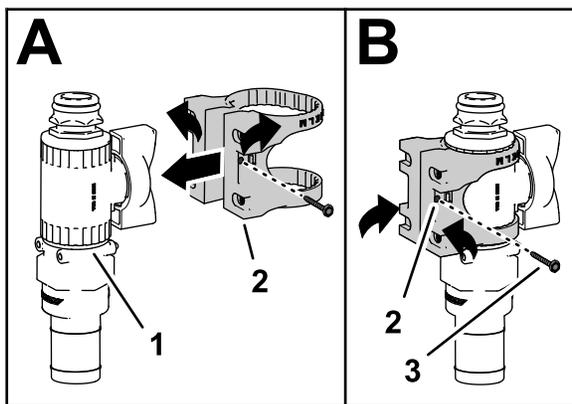

Figura 27
- Monte a montagem da válvula na válvula de controlo, conforme se mostra em A da Figura 27.
- Prenda a ferragem da válvula à válvula de controlo com o parafuso de cabeça flangeada (N.º 6) e aperte o parafuso manualmente (B de Figura 27).